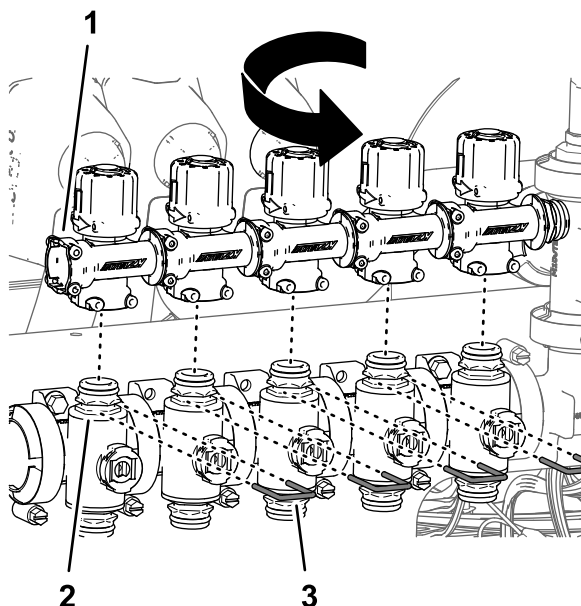

Рисунок 101
6. Переверните перепускные клапаны на 180° и установите их на быстроразъемные штуцеры клапанов секций (Рисунок 101).
7. Закрепите перепускные клапаны на клапанах секций с помощью держателей (Рисунок 101), снятых при выполнении пункта 4.
9. Установите крышки на быстроразъемные штуцеры перепускных клапанов клапана сопла 5 и клапана сопла 6 с помощью держателей, поставляемых в комплекте с крышками (Рисунок 101).